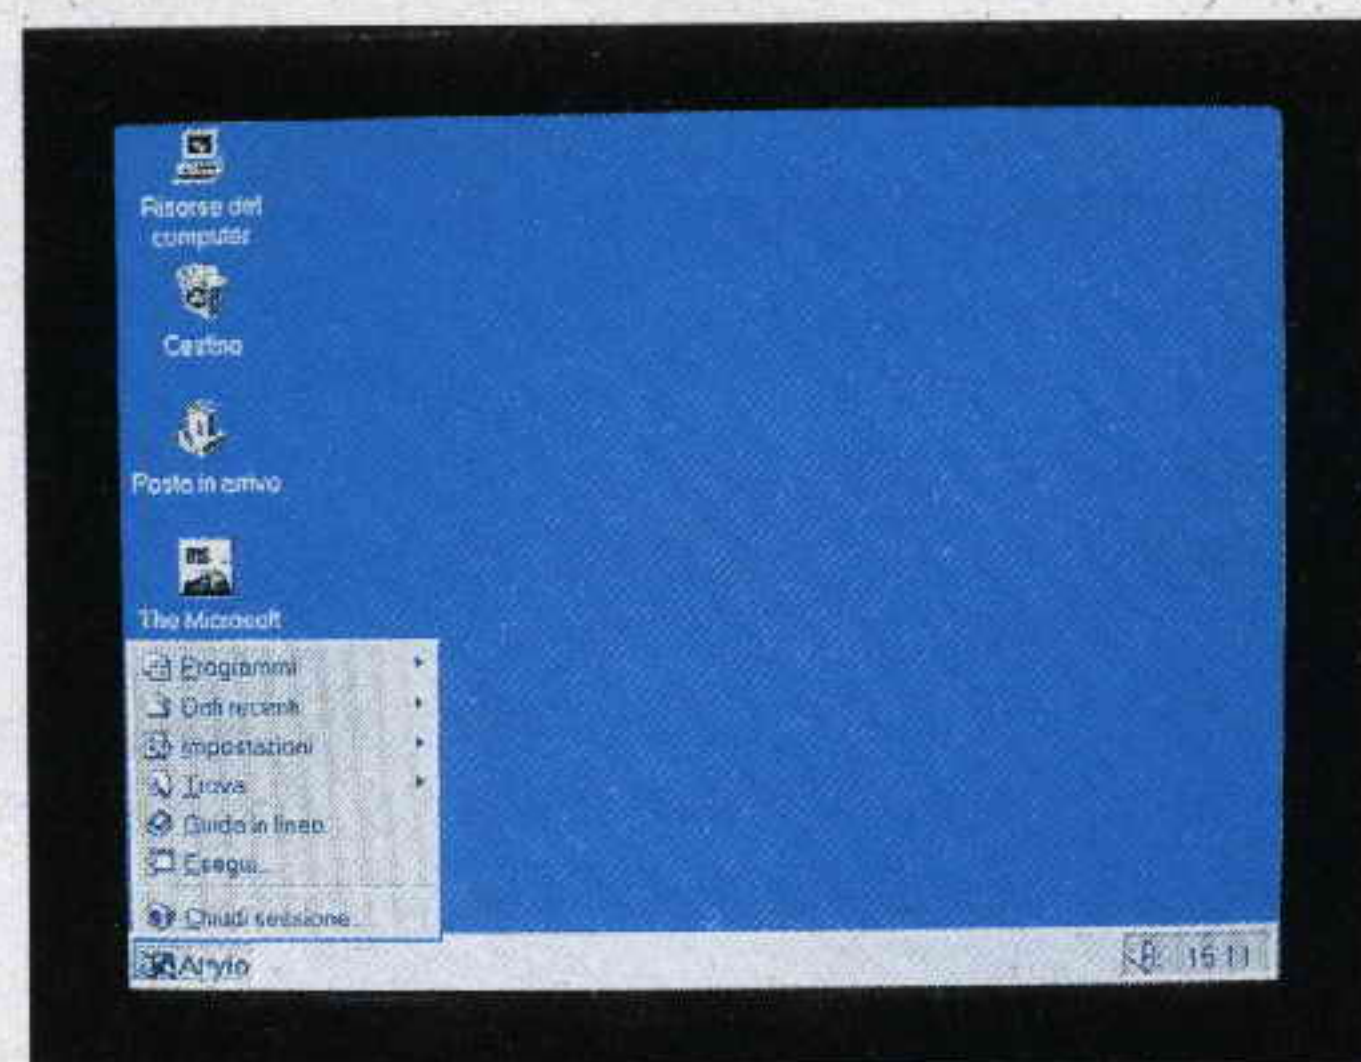

Fig.6 Portate il cursore del mouse sulla scritta **AVVIO** che si trova in basso a sinistra e cliccate una sola volta.
- Portate il cursore sul disegno del **pulsante** posto in basso a sinistra con la scritta **Avvio** e **clickate** una volta con il tasto sinistro del mouse. Apparirà la finestra visibile in fig.6.